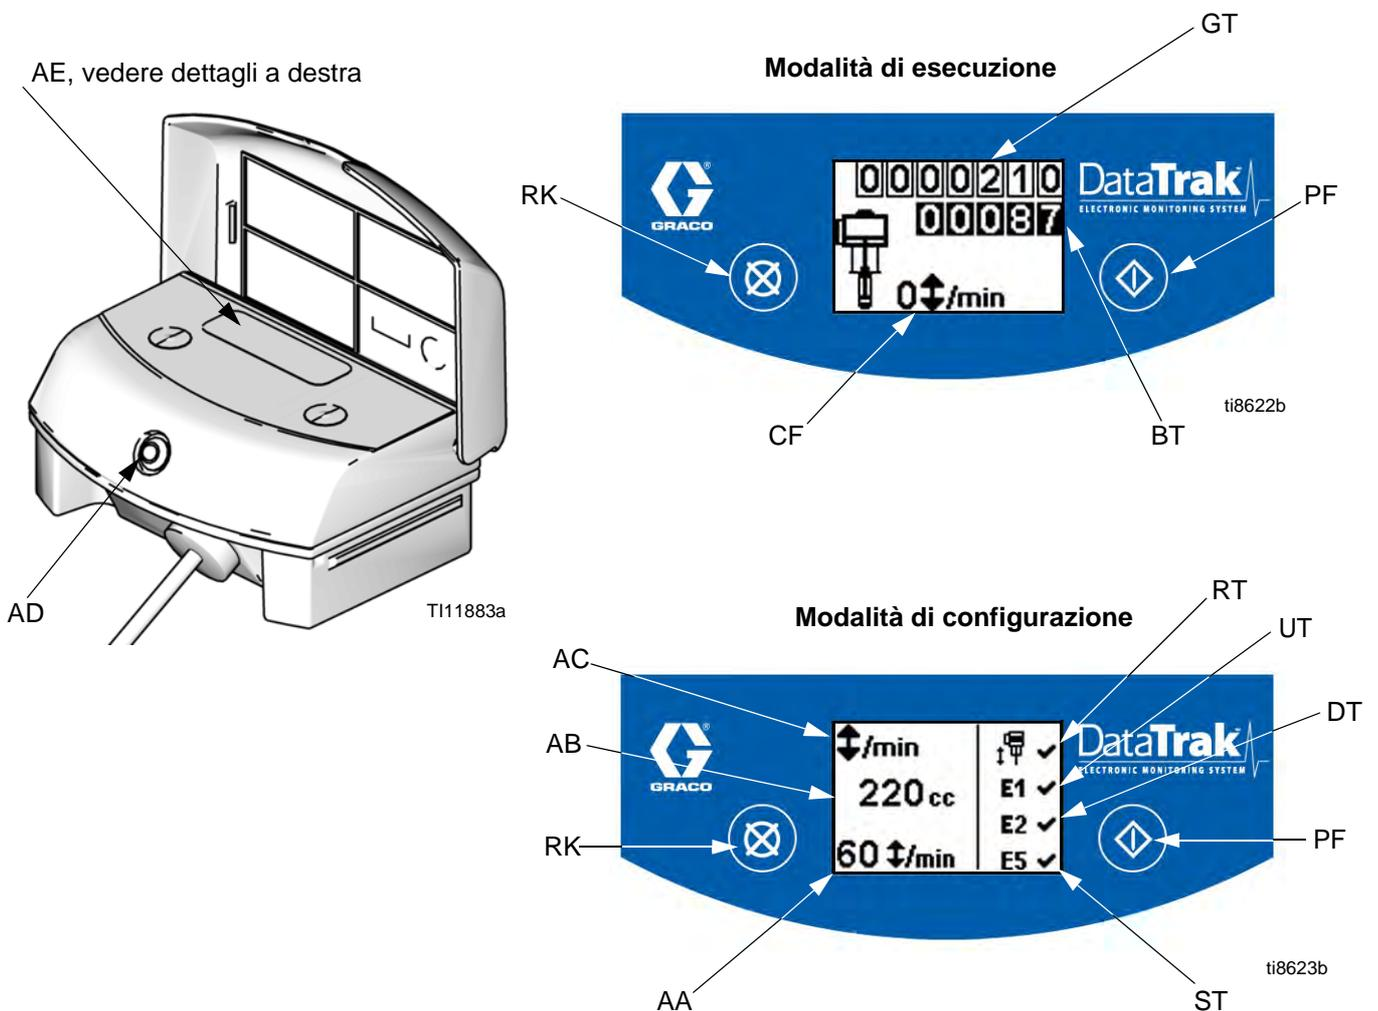

FIG. 7. Controlli e indicatori DataTrak
Legenda per FIG. 7
1. Vedere FIG. 7. Tenere premuto  per 5 secondi, fino alla visualizzazione del menu di configurazione.
NOTA: Quando le opzioni di accelerazione e di errore E1, E2 e E5 sono attivate, sulla schermata di configurazione viene visualizzato un . Vedere FIG. 7.
1. Vedere FIG. 7. Se si verifica il fuorigiri della pompa, il solenoide di fuga si attiva, arrestando la pompa stessa. Il LED (AD) lampeggia e il display (AE) indicherà la condizione di fuorigiri (vedere Tabella 1). Il display visualizzerà ciclicamente sei schermate di istruzioni.
2. Schermate fuorigiri 1 e 2: Per ripristinare il solenoide del fuorigiri, chiudere la valvola dell'aria principale (E). Attendere che l'aria si sia completamente scaricata dal motore pneumatico.
3. Schermate fuorigiri 3 e 4: Una volta sfiatata l'aria, premere verso il basso il pulsante di rilascio del solenoide (J) per reimpostare la valvola dell'aria. Quando la valvola dell'aria è nuovamente sotto pressione, il pulsante torna in posizione.
5. Aprire la valvola dell'aria principale (E) per riavviare la pompa.
NOTA: Per disattivare il monitoraggio di accelerazione, entrare in modalità di configurazione e impostare il valore su 0 (zero) o portare (RT) su off  (vedere FIG. 7).
1. Vedere FIG. 7. Per accedere alla modalità di adescamento/lavaggio, premere un tasto qualsiasi per riattivare il display, quindi premere . Sul display viene visualizzato il simbolo dell'adescamento/lavaggio e il LED lampeggia
2. In modalità di adescamento/lavaggio, la protezione fuorigiri è disattivata e il totalizzatore batch (BT) non effettua il conteggio. Il totalizzatore generale (GT) continua a contare.
Vedere FIG. 7. L'ultima cifra del totalizzatore batch (BT) indica i decimi di galloni o litri. Per azzerare il totalizzatore, premere un tasto qualsiasi per riattivare il display, quindi tenere premuto  per 3 secondi.
Vedere FIG. 7. Il display (AE) si spegne dopo un minuto di inattività nella modalità di esecuzione o dopo tre minuti nella modalità di configurazione. Premere un tasto qualsiasi per riattivare il display.
Il DataTrak è in grado di diagnosticare diversi problemi della pompa. Quando il sistema di monitoraggio rileva un problema, il LED (AD, FIG. 7) lampeggia e viene visualizzato sullo schermo un codice diagnostico. Vedere Tabella 1.